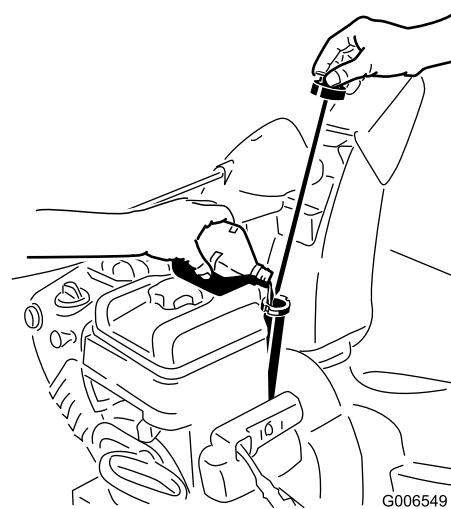

Bild 12
1. Nehmen Sie den Peilstab heraus und füllen Sie das Öl **langsam** in den Einfüllstutzen ein, um den Ölstand auf die Vollmarke am Peilstab anzuheben. **Überfüllen Sie nicht** (Bild 12).